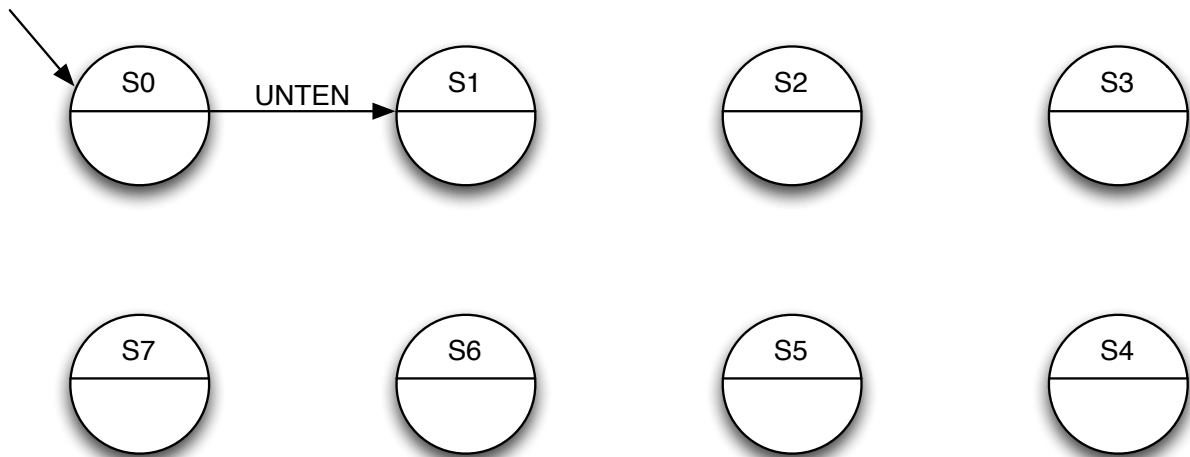

Abbildung 6: Vorlage für b), Automatengraph als Mikroprogrammvorlage
- (b) Der Controller soll mit Hilfe eines Mikroprogrammsteuerwerks realisiert werden. Verändern Sie Ihren Automaten aus Teil a) so, dass er als Vorlage für ein Mikroprogramm verwendet werden kann (Splitting von Zuständen), und tragen Sie das Ergebnis in Abbildung 6 ein.